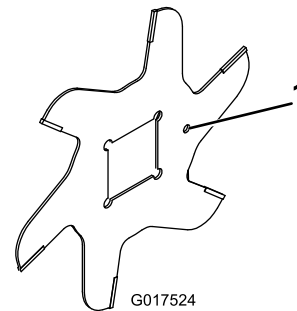

Figura 12
1. Monte uma lâmina de cilindro (Figura 12).
4. Instale a lâmina seguinte no sentido dos ponteiros do relógio de forma a o orifício de referência (Figura 12) não ficar alinhado com o orifício da primeira lâmina por um furo do eixo.